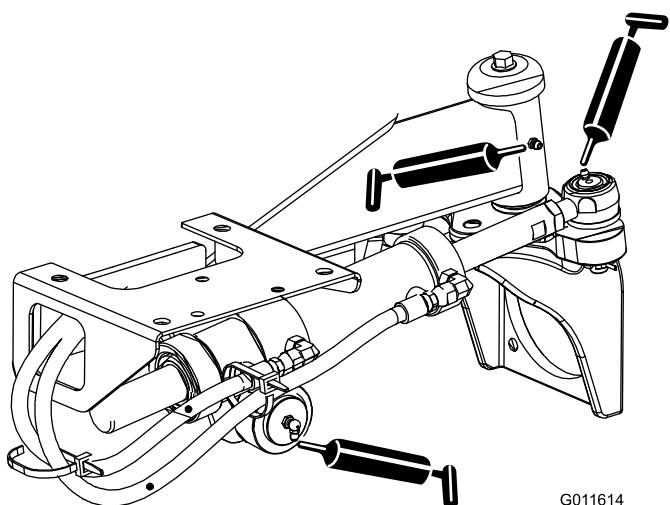

Figure 36
- Rotules de vérin de direction (2) et essieu arrière (1) (Figure 36)